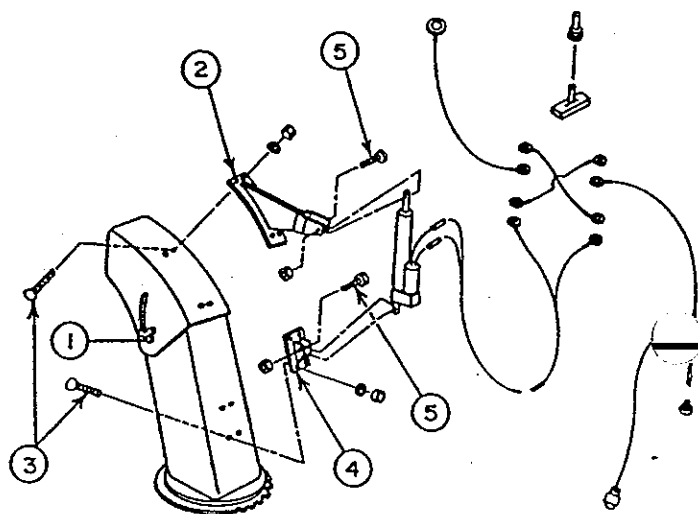

FIGURE 7
- a) Retirez les deux boutons de réglage manuels (fig.7, item 1) et boulons de chaque côté du déflecteur. Remplacez-les avec deux boulons à carrosserie et les mêmes contre écrous de nylon en laissant un jeu de 1/16".
- b) Placez le support d'actuateur (fig.7, item 2) au centre du déflecteur, au même niveau que le bas de la base du déflecteur. En utilisant ce support comme patron, percez quatre trous de dia. 11/32" dans le déflecteur et boulonnez en place avec quatre vis à tête plate à six pans creux (fig.7, item 3), rondelles de blocage et écrous (les têtes de vis à l'intérieur de la goulotte). Serrez pour que les têtes de vis soient au ras de la surface intérieure du déflecteur.
- c) Rétractez complètement la tige de l'actuateur et reliez au support de déflecteur (fig.7, item 2) et support de la goulotte (fig.7, item 4) qui sera installé dans la section d), en utilisant deux boulons 1/4" x 1 1/4" (fig.7, item 5) et des contre écrous de nylon sans serrer pour permettre le mouvement.
- d) Ouvrir le déflecteur au maximum pour que la tige de l'actuateur se rétracte complètement. Placez le support de goulotte (fig.7, item 4) au centre arrière de la goulotte. En utilisant ce support comme patron, percez quatre trous de dia. 11/32" dans la goulotte boulonnez en place avec quatre vis 5/16" à tête plate à six pans creux (fig.7, item 3), rondelles de blocage et écrous (les têtes de vis à l'intérieur de la goulotte). Serrez pour que les têtes de vis soient au ras de la surface intérieure du déflecteur.